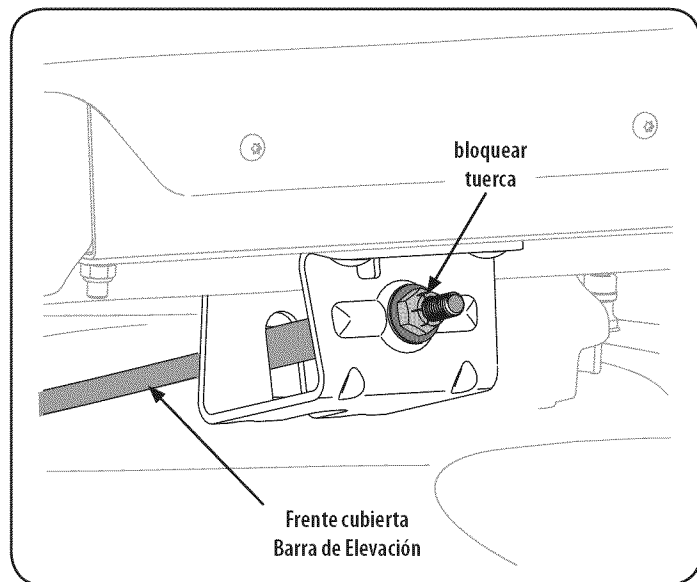

Figura 28
1. Si no está ya suelta, afloje el tornillo hexagonal y girar la palanca de control hacia adelante o hacia atrás a la posición deseada. Ver Figura 28.
- Con una llave, levante o baje la parte delantera de la cubierta girando la tuerca en la varilla de elevación de la plataforma delantera. Ver Figura 28.